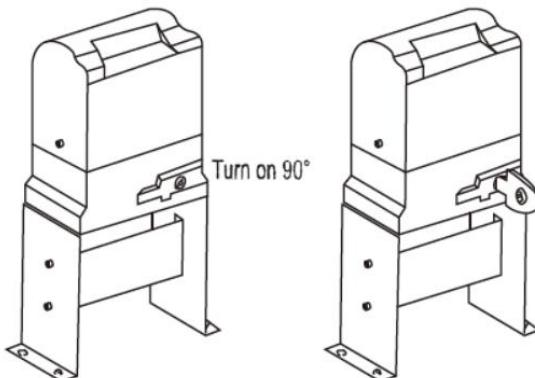

Figura 7
- e) Desbloquee el motor principal antes de la instalación. El método de desbloqueo es el siguiente: retire la tapa de la llave, inserte la llave y abra la barra de liberación manual hasta que gire 90°, como se muestra en la Figura 7. Luego, gire la rueda dentada de salida para que gire fácilmente.